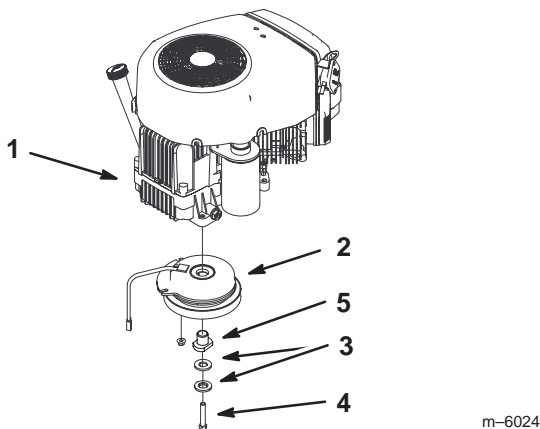

Bild 3
4. Entfernen Sie die bestehende Kupplung von der Maschine (Bild 3). Werfen Sie die Schraube weg, die in der Kupplung eingesetzt war.
5. Entfernen Sie das bestehende Antriebsdistanzstück von der Kupplung (Bild 3).